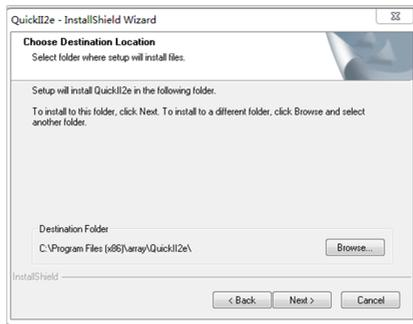

图 1.4
3、进入图所示的设置安装路径对话框, 如图 1.4 所示, 您可以用鼠标左键单击 (Browse) 按钮来更改目前的安装路径 (其原始的安装路径为 C:\ Program Files\Array\Quick II), 设置好您喜欢的安装:
- 若用鼠标左键单击 (Back) 按钮, 则返回到上一步安装画面, 如图 1.4 所示。